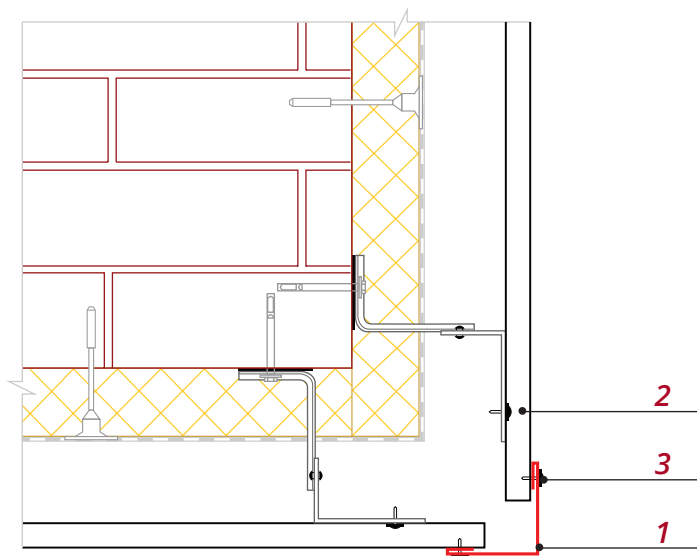

Рис. 7
- Менее эстетичный вариант отделки внешних углов – Планка угла внешнего простая **1**. После монтажа панелей сайдинга **2** закрепите к ним саморезами **3** Планку угла, как показано на рис. 7. Минус этого варианта в том, что виден крепеж. Рекомендуется использовать саморезы ПШС с окрашенной головкой, стальные вытяжные заклепки или кровельные саморезы 5,5x19.